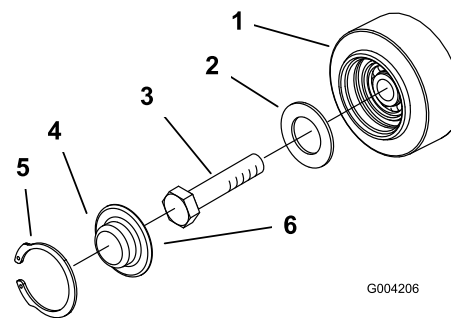

Figure 42
4. Vérifiez la graisse sous le chapeau et autour du joint (Figure 42). Si elle est encrassée, granuleuse ou en quantité insuffisante, enlevez toute la graisse, remplacez le joint et ajoutez de la graisse neuve.
6. Placez le chapeau de galet de roulement sur la tête du boulon (Figure 42).
7. Fixez le chapeau avec le jonc d'arrêt (Figure 42).
3. Déposez le jonc d'arrêt et le chapeau d'un galet de roulement (Figure 42).